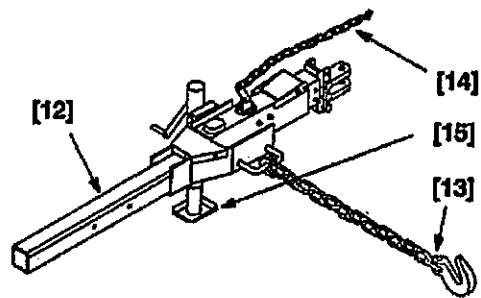

図 7 製品 854490, ブレーキ装備
12. トングとヒッチのアセンブリ, 製品 85441, ブレーキ装備 (図 7 参照): マスター・シリンダがあり, このシリンダでブレーキを操作する。アセンブリは 1 インチ・ピンを受け付ける。トングはトラクターと水平に接続すること。そのために, トラクター・ヒッチの高さを調整する。